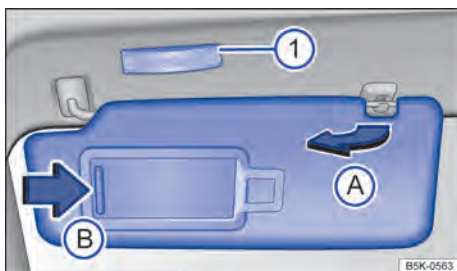

Fig. 84 Para-sol.
- Retirar o para-sol cuidadosamente do suporte segurando a base de fixação e virar na direção das portas → Fig. 84 (A).
No para-sol rebatido para baixo encontra-se um espelho de cortesia atrás de uma cobertura. Ao abrir a cobertura → Fig. 84 (B) uma lanterna se acende (1).